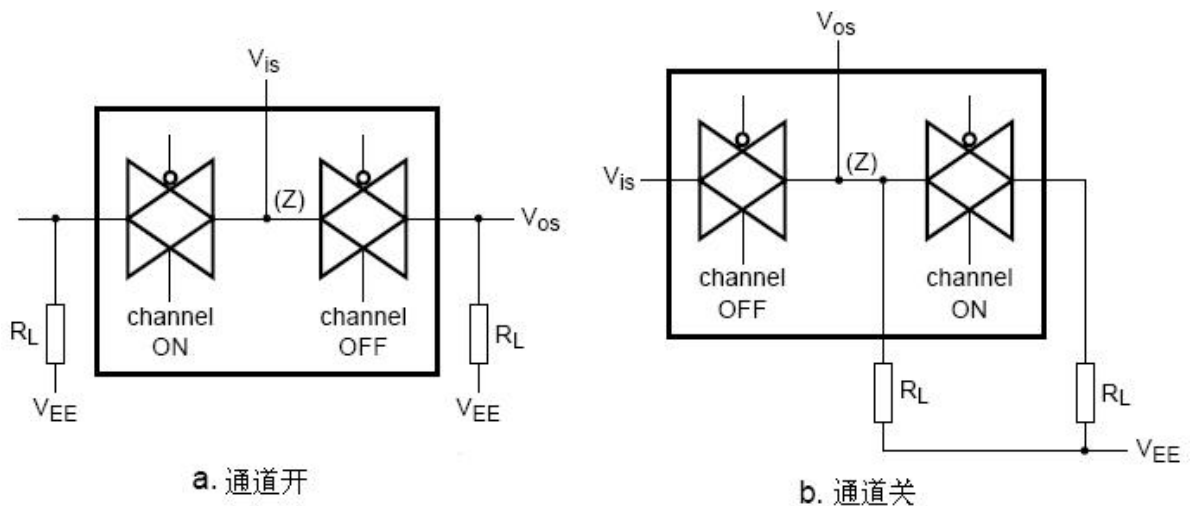

图 9、通道间串扰测试图
- $R_L = 1\text{ k}\Omega$; $20\log V_{os}/V_{is} = -50\text{ dB}$, 见图9